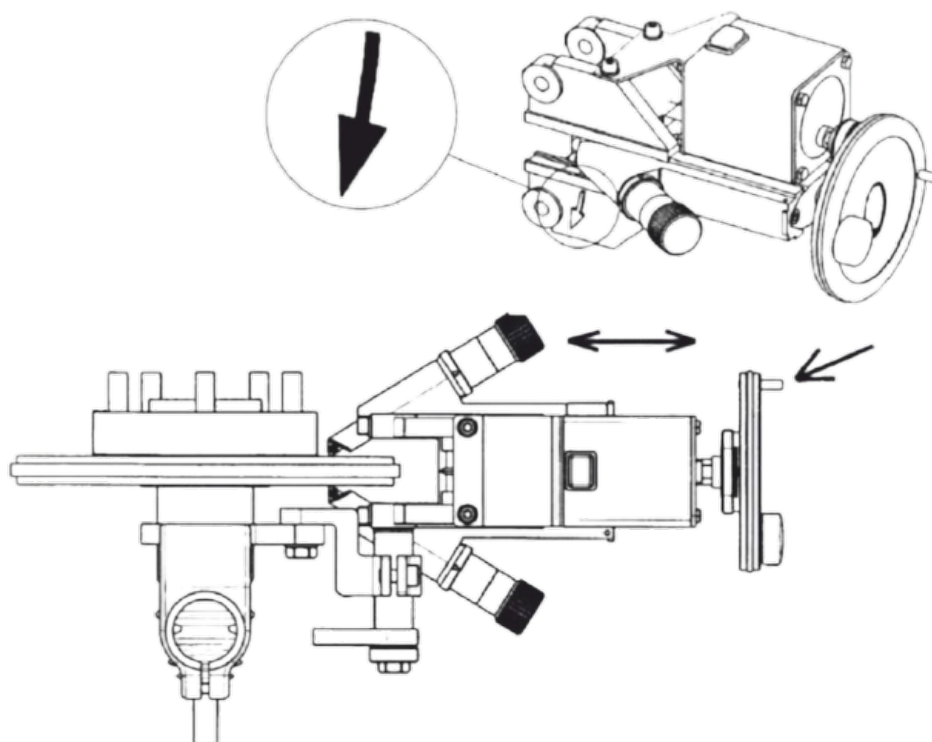

Рисунок 31
7.8.9 Аккуратно двигайте направляющие по направлению к ступице тормозного диска (рис. 31)
7.8.14 Запустите автоподачу, заблокировав регулятор и, нажав выключатель (см. рис. 31, 32).